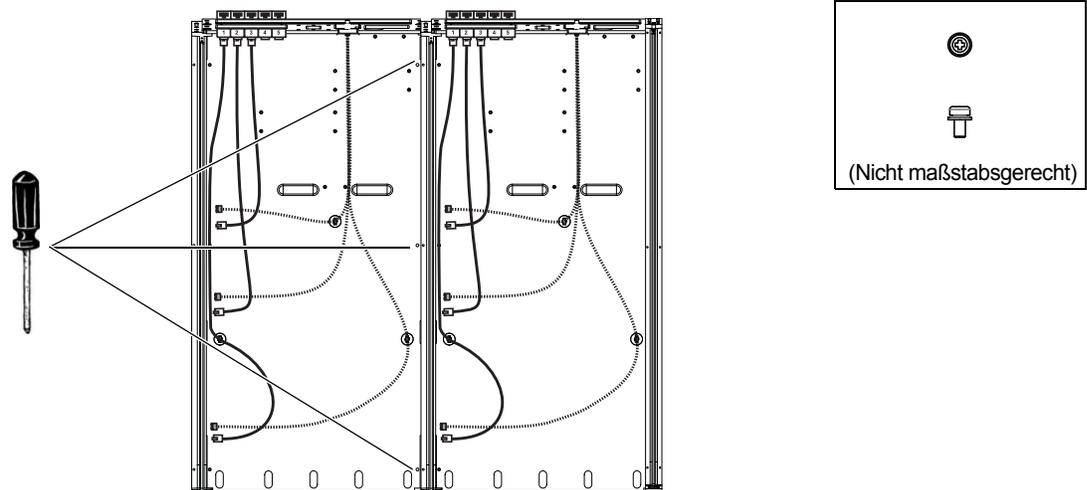

Abbildung 18. Befestigen der Bodenplatte des ersten Chassis an der Seitenwand des zweiten Chassis
- 8 Befestigen Sie die rechte Kante der Bodenplatte des zweiten Chassis an der linken Kante der Seitenwand des ersten Chassis. Verwenden Sie dafür die drei Phillips-Schrauben No. 1, wie in Abbildung 18 dargestellt. Ziehen Sie die Schrauben *nicht* fest an.